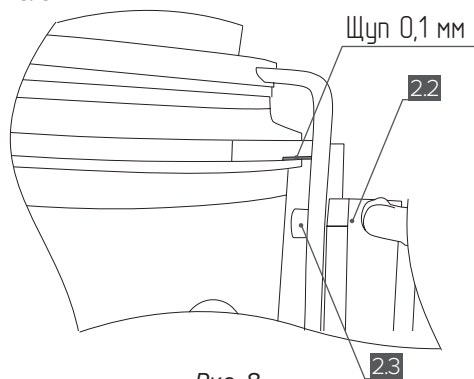

Рис. 8
5. Отрегулируйте зазор между вилкой и фланцем при помощи щупа, установив его на всю плоскость прилегания вилки так, чтобы величина зазора составила 0,1 мм от нижнего края фланца. Зафиксируйте актуатор [2.2] при помощи болтов М4х10 [2.3] В, как показано на **рис. 8**